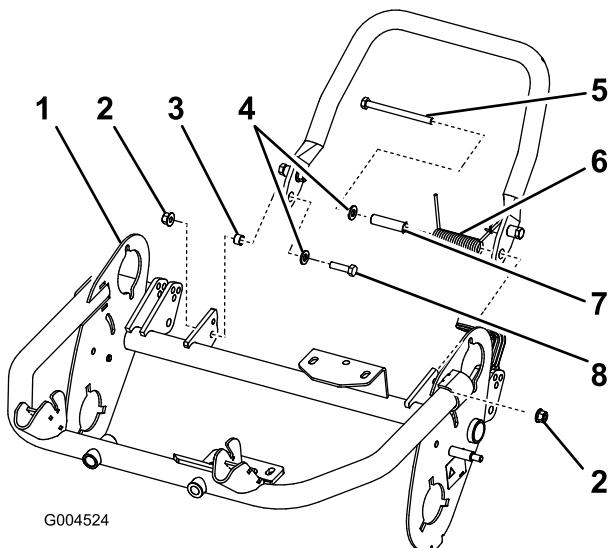

図 9
2. 小さいボルト (M8-1.25 x 030) にワッシャ (M8) を通す。このボルトとワッシャ、小さいスペーサおよびロックナット (M8-1.25) を使って、キックスタンドの右側をフレームに固定する(図 9)。ボルトはフレームの内側から外側に向かって使うこと ; 参照図 9。
**重要** スプリングを取り付けるとき、スプリングの片方の端が後フレームの下側にくるようにする(図 9)。
5. ボルトとワッシャ、大きいスペーサ、スプリングおよびロックナット (M8-1.25) を使って、キックスタンドの左側をフレームに固定する(図 9)。ボルトはフレームの内側から外側に向かって使うこと ; 参照図 9。